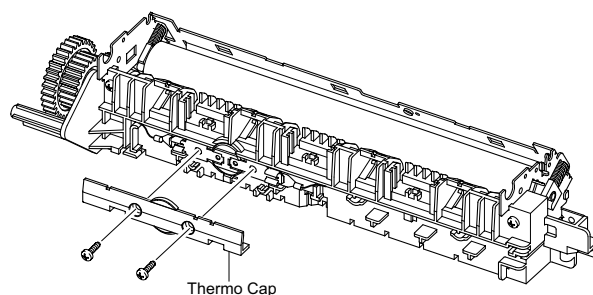

Рисунок 6
8. Поверните в направлении стрелки держатель, который прикреплен к ролику вывода изображением вниз и выходной шестерне (DRV17), рисунок 6. (Одновременно освобождаются